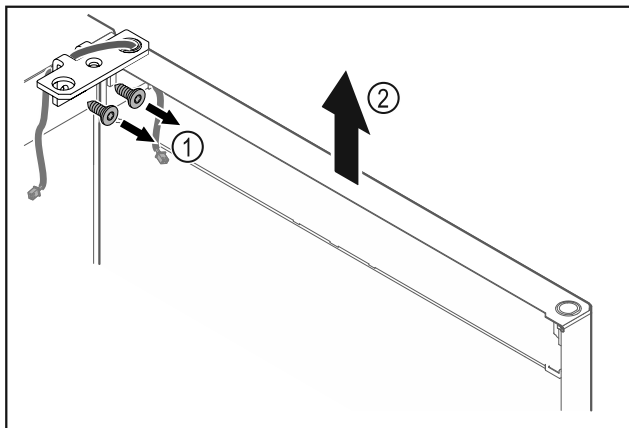

Fig. 15
- Lironi vidat e profilin të menteshës Fig. 15 (1).
- Ngrini drejt lart derën së bashku me profilin e menteshës Fig. 15 (2) rreth 200 mm dhe hiqeni.